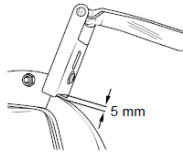

Рис.4 Установка защитного экрана
- 7.5. Щиток защитного экрана установить так, чтобы зазор между шлифовальным кругом и приставным щитком был не более 5 мм, см.рис.4.